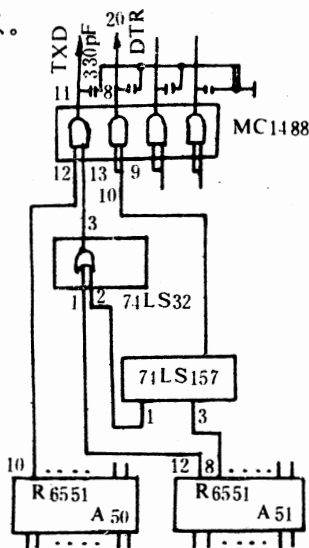

图 1-8 输出电路
**故障分析与维修** 对这一故障的分析、处理方法与“MC68000 系统显示终端不能接收从主机发来的信号”的故障基本相同。先排除主机的问题,然后从显示终端输出电路的输出点(2 针)往后查。显示终端的这一部分电路主要由 R6551、74LS157、74LS32 和 MC1488 组成,如图 1-8 所示。